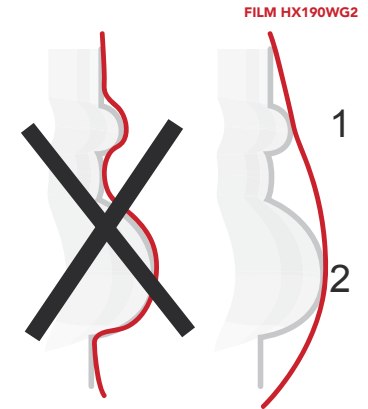

Figure 06
- › Tendre le vinyle sur le support de façon à ce que ce dernier touche les parties en relief (FIG. 06) ① et ②).